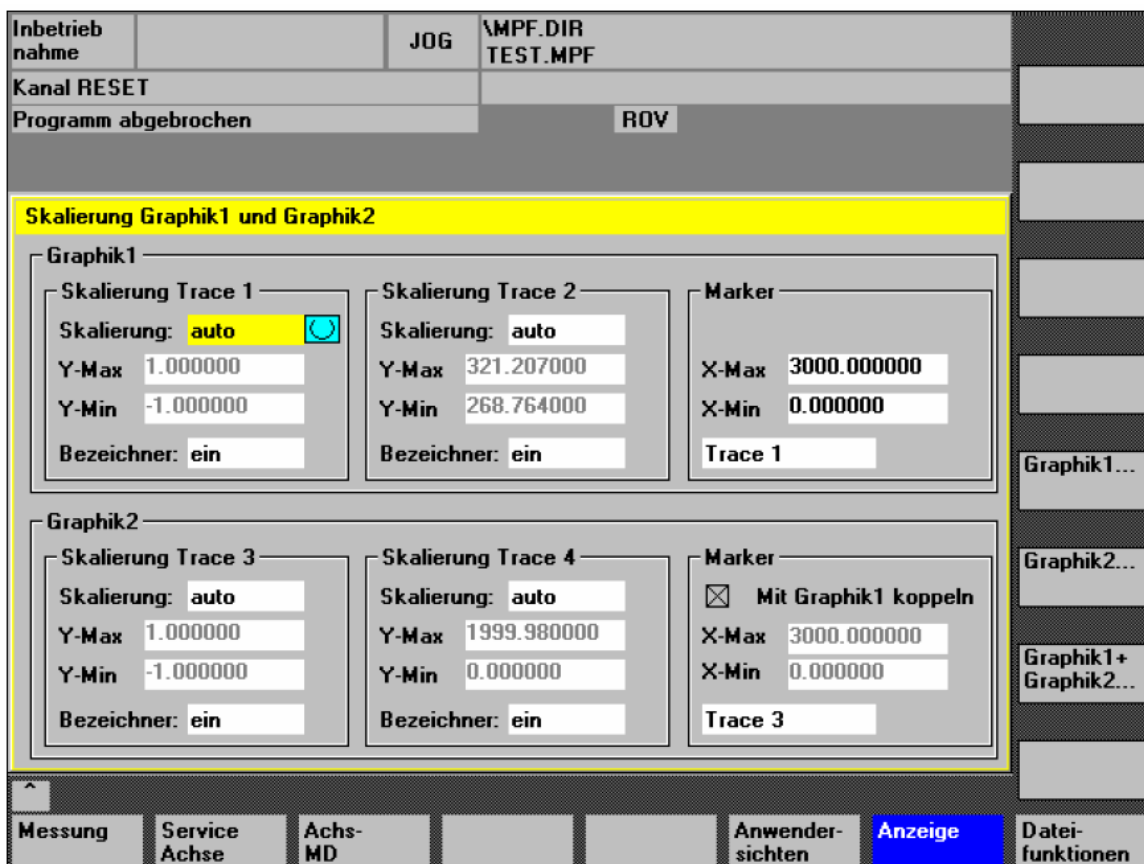

Рис. 13-12 Меню: масштабирование графиков
- переключении индикации с двух на один график и наоборот (эта функция имеется и в меню масштабирования, рис. 13-12, стр. 13-440)